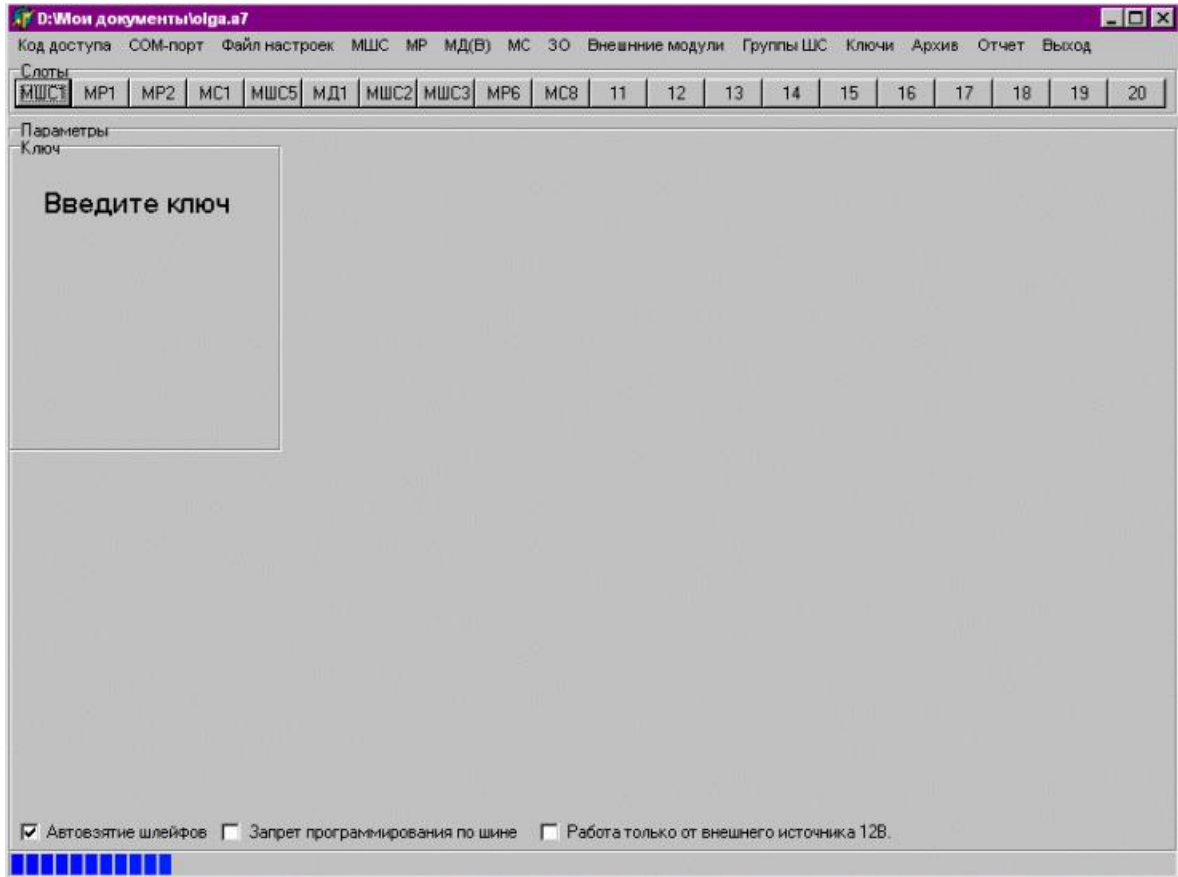

Рис. 26
2.1.6.3 Добавлять новые ключи доступа можно с помощью командной кнопки «Добавить» на панели с параметрами ключа доступа (2.1.6.2 настоящего РЭ), либо выбрав команду главного меню «Ключи \ Добавить». В результате выполнения этих команд в нижней части основного окна программы появляется индикатор (рисунок 26):